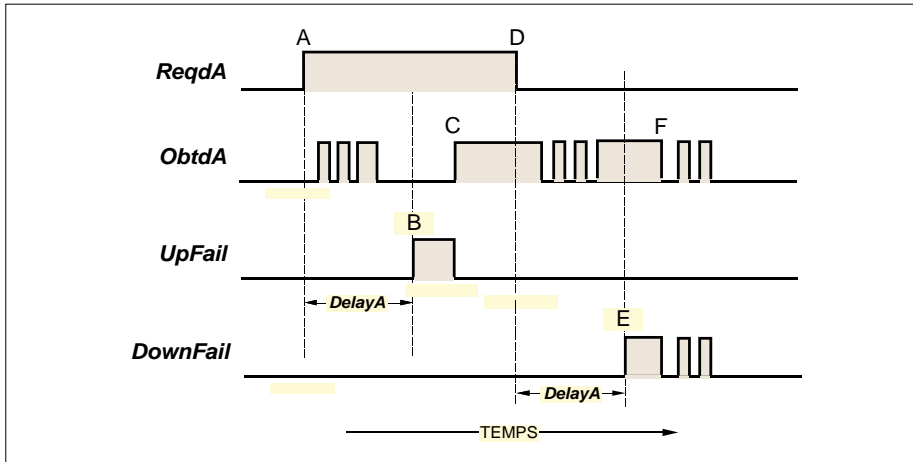

Figure 14-3 Action des sorties UpFail & DownFail - Voie A
■ **UpFail (Défaut marche).** VRAI lorsque “Reqd” est VRAI, mais “Obtd” reste FAUX plus longtemps que le temps autorisé par “Delay”. Voir figure 14-3.
La figure 14-3 montre le fonctionnement de *UpFail* et *Downfail*. Dans la figure, *ReqdA* passe à l’état haut au temps A, ce qui déclenche l’horloge *DelayA*. *ObtdA* tente de suivre, mais ne réussit pas avant le temps C - après un certain rebond et au-delà de